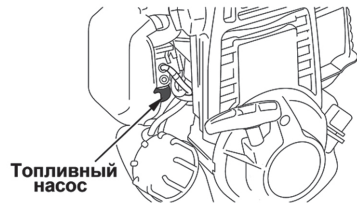

Рис. 10 Ручной топливный насос
3. Нажмите на ручной топливный насос 7-10 раз, до появления в нем топлива. Насос находится в нижней части карбюратора под корпусом воздушного фильтра (Рис. 10)